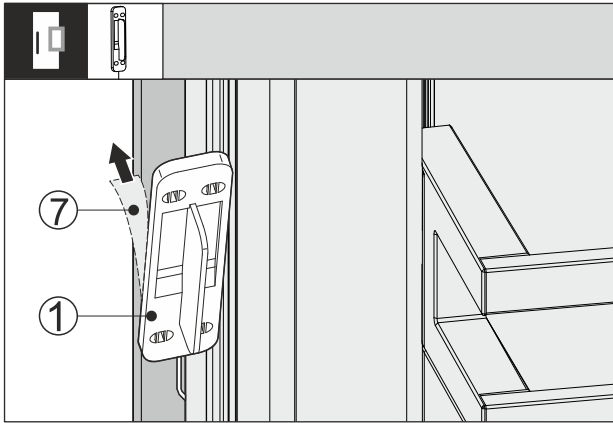

Fig. 66
- Schutzfolie Fig. 66 (7) auf der Rückseite des Klopfensors Fig. 66 (1) abziehen.